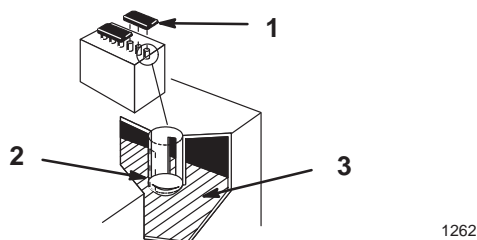

Figure 38
2. Retirer les bouchons pour voir l'intérieur des éléments. L'électrolyte doit arriver au bas des tubes (Fig. 38). Ne pas laisser le niveau de l'électrolyte descendre en dessous du sommet des plaques (Fig. 38).
2. Soulever les couvercles des éléments et les déposer (Fig. 38).
3. Verser lentement de l'eau distillée dans chaque élément de la batterie jusqu'à ce que le niveau arrive au bas du tube (Fig. 38).